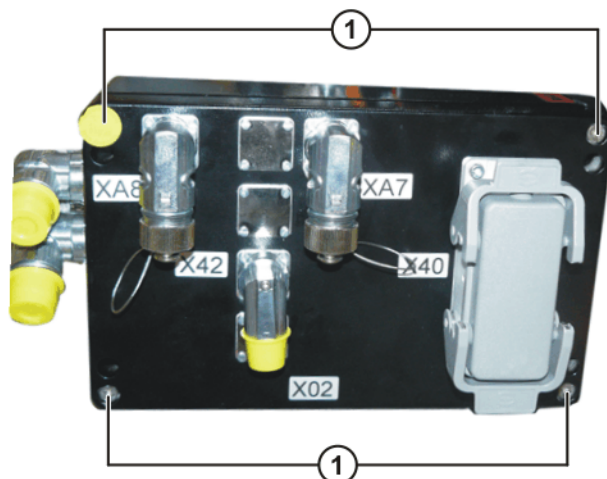

图 11-13: SafeRDW 盒盖的固定
1. 松开 SafeRDW 盒盖上的 4 个螺丝。(>>>> 图 11-13)
8. 关闭 SafeRDW 盒盖并固定。(>>>> 图 11-13)